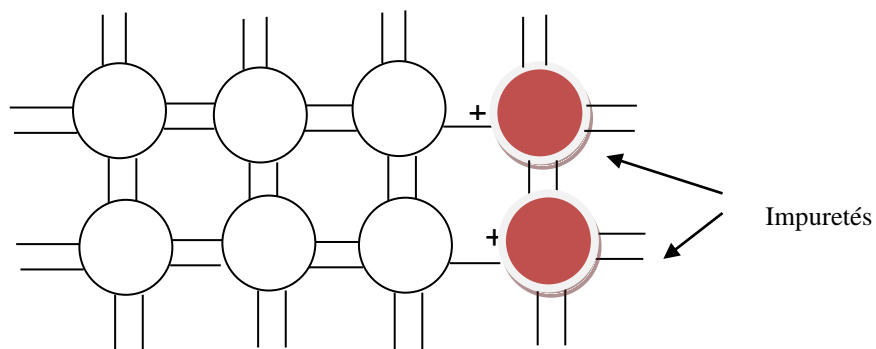

Figure 1.3 : matériau de type P
- **Dans un matériau de type P** (figure 1.3); les atomes d'impureté ne possèdent que trois électrons en mesure d'entrée dans la liaison de covalente. Dans ce type de matériau, il y 'aura un trou associé à chaque atome d'impureté. Donc, les trous sont les porteurs de charge majoritaires et les électrons sont les porteurs de charge minoritaires.